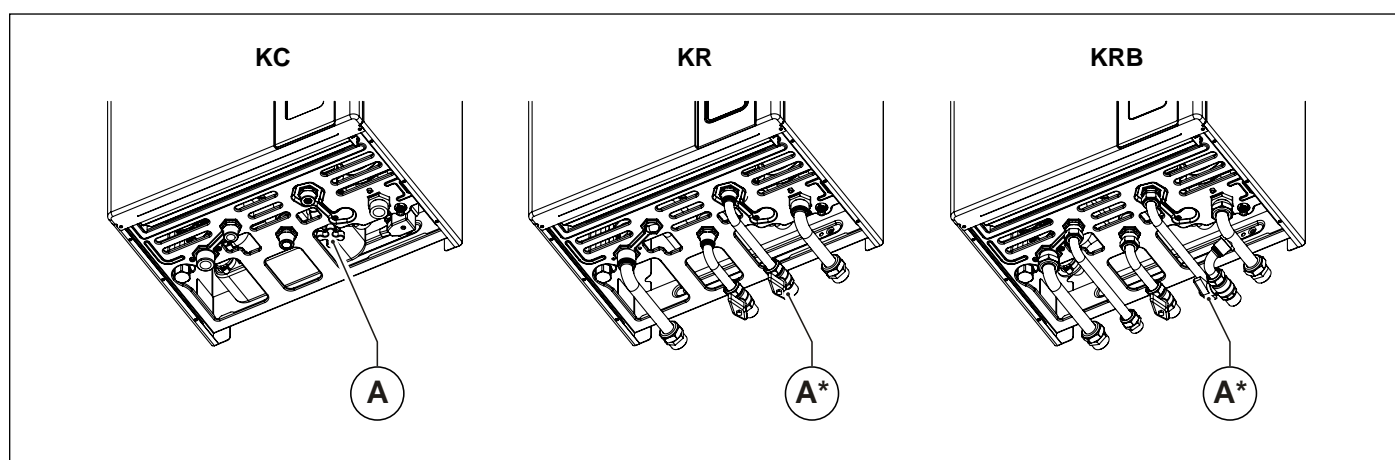

Fig. 2 Rubinetto di carico - (A*) optional
Provvedere al riempimento dell'impianto agendo sul rubinetto di carico (A) (Vedi Fig. 2 Rubinetto di carico - (A*) optional).